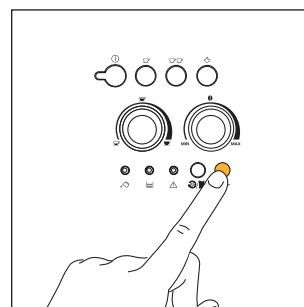

Fig. 18
1. Tryk på tasten  for at vælge funktionen med malet kaffe (fig. 18). Kontrollampen, der findes i tasten, tændes for at vise at funktionen er indstillet og at kaffekværnen ikke bruges.